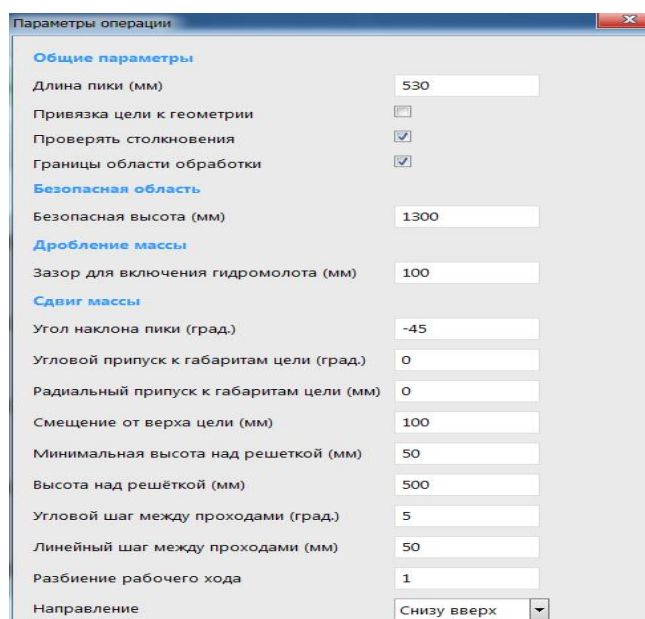

Рисунок 9. Параметры настройки операции.
11) Для настройки параметров работы бутобоя в различных режимах необходимо нажать кнопку «Параметры операции». При этом появится меню настройки основных технологических параметров выполнения операции, положение рабочих компонентов бутобоя, задания области безопасности, параметры расчёта траектории движения пика в зависимости от ее размера. Параметры выполнения операции задаются администратором системы и корректируются оператором по согласованию. Параметры, доступные для оператора, показаны на рис. 9.